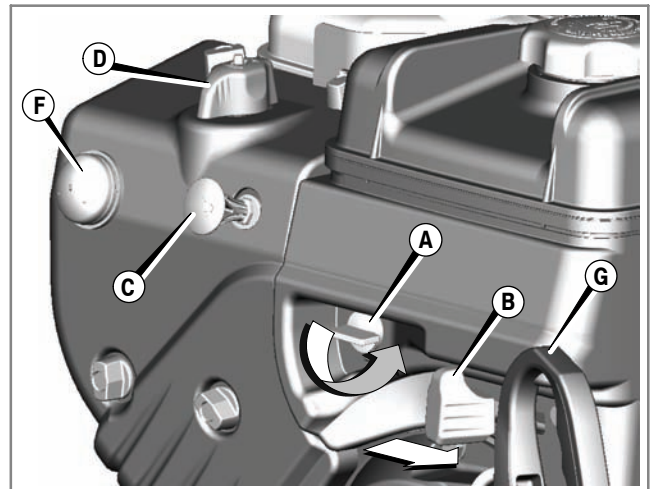

Abb. 7
Den Gashebel (**B**) (falls vorhanden) auf schnelle Position  stellen (Abb. 7). Den Motor mit dem Gashebel auf schneller Position laufen lassen.
4. Den Kraftstoffhahn (**A**) (falls vorhanden) aufdrehen (Abb. 7).
7. Den Kraftstoffbalg (**F**) zweimal drücken. Siehe Abb. 7.
8. **Rücklaufstarter:** Den Starterseilgriff (G, Abb. 7) fest greifen. Langsam am Starterseilgriff ziehen, bis Widerstand gespürt wird. Dann kräftig ziehen.